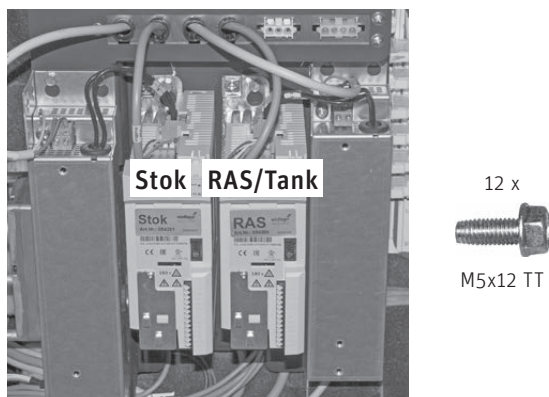

Fig. 99 Frequenzumformer montieren und anstecken
- ▶ Frequenzumformer mit der Bezeichnung Stok (FU1) links und mit der Bezeichnung RAS bzw. Tank (FU2) rechts mit je 2 Stk. M5x12 TT-Schrauben montieren und anstecken – Fig. 99.